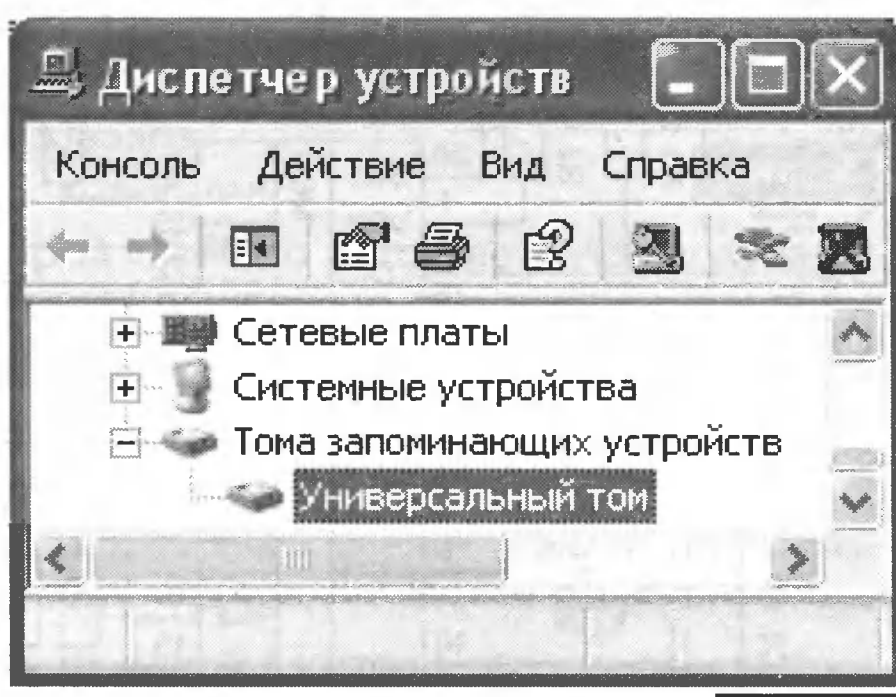

рис. 12
3. Подать на устройство питание 5 В. При отсутствии карты памяти должно наблюдаться мигание светодиода HL1 с периодом 3 с. Выключить питание, вставить в разъем X1 карту памяти MMC или SD. Подключить картридер к компьютеру, при этом индикатор HL1 должен светиться постоянно. Наблюдать процесс автоматического обнаружения USB-устройства (рис. 12). В системе должен появиться еще